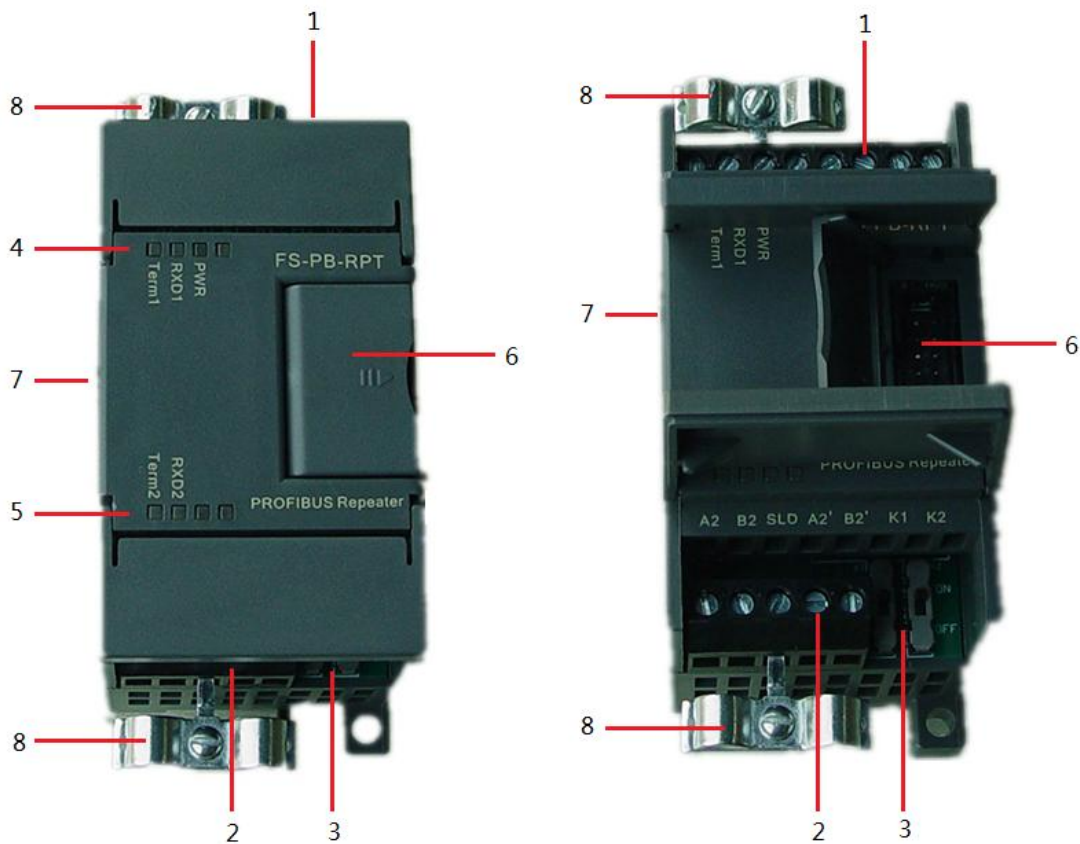
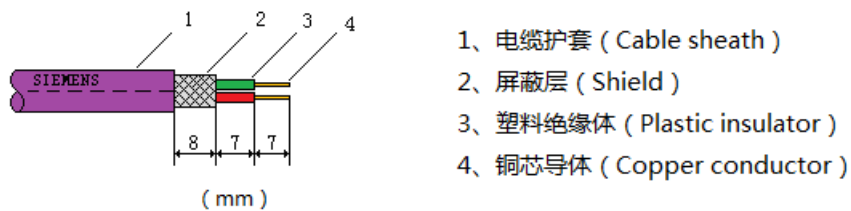

图 4-1 四星电子 FS-PB-RPT 中继器集线器外形图
图 4-2 PROFIBUS 专用电缆剥线尺寸
- 8、电缆骑马卡：将 PROFIBUS 电缆连同屏蔽层压接固定在该卡上。见下图 4-1 和图 4-2。